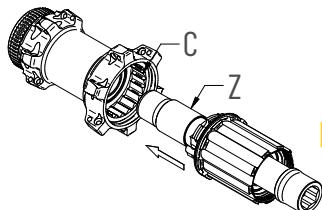
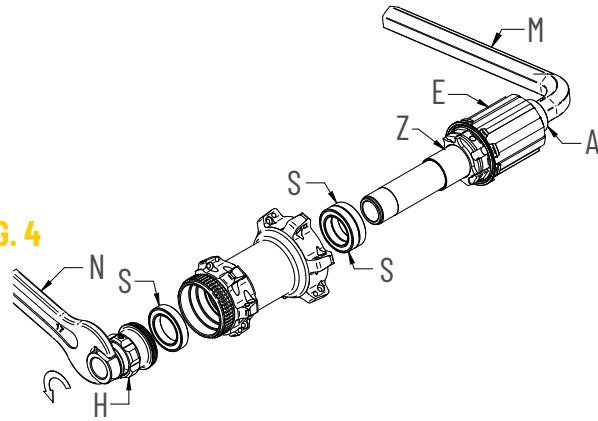

FIG. 5
FIG. 4
- Inserite una chiave a brugola da 12 (M) sul lato destro del mozzo (Fig. 4).
- Con l'ausilio di una chiave tradizionale (N), svitate lo scontro (O). Sfilate il perno del mozzo posteriore con il corpo ruota libera (E). Se necessario, a questo punto potete:
- Sostituire i cuscinetti (S) del corpo mozzo.
- Sfilare dal perno il corpo ruota libera con il relativo distanziale (Z) e procedere alla pulizia dei cricchetti. **Attenzione: i cuscinetti del corpo ruota libera NON sono sostituibili.**
- Terminata la manutenzione, infilate il corpo ruota libera con il relativo distanziale (Z) nel perno (Fig. 5).
- Inserite il perno nel corpo del mozzo facendo molta attenzione al corretto posizionamento dei cricchetti (Fig. 4).